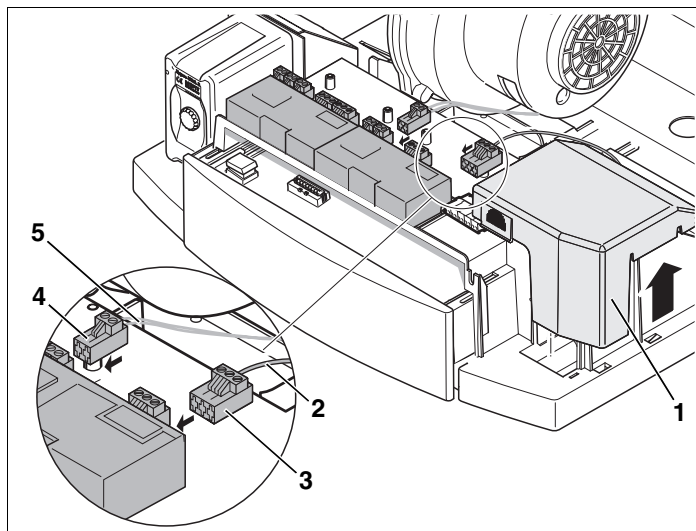

Рис. 3 Выполнение электрических подключений
- Снять крышку клеммной коробки (рис. 3, **поз. 1**).
- Правильно вставьте сетевой провод (рис. 3, **поз. 2**) и шину (рис. 3, **поз. 5**) из кабельного жгута отопительного котла в клеммы (рис. 3, **поз. 3** и **4**) функционального модуля.
- Правильно подключите другие компоненты к клеммам (рис. 3, **поз. 3** и **4**) функционального модуля в соответствии со схемой соединений.